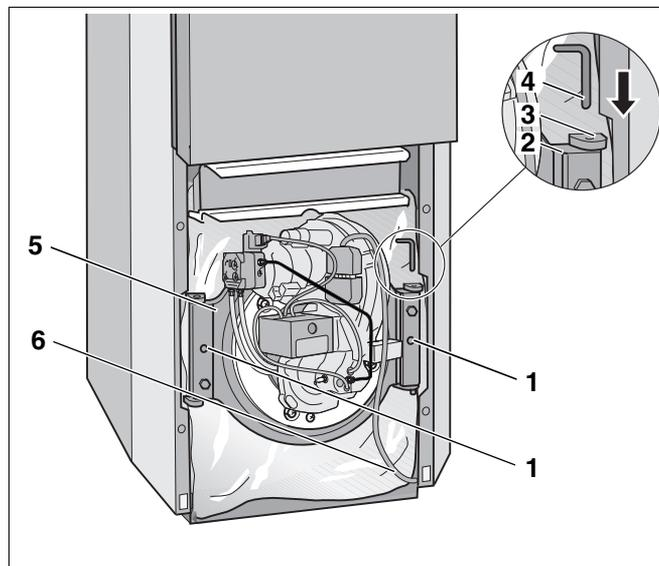

Abb. 39 Brennentür montieren (hier: Rechtsanschlag)
- Scharnierbolzen (Abb. 39, **Pos. 4**) durch die obere Scharnieröse (Abb. 39, **Pos. 3**) in den Scharnierkloben der Brennentür (Abb. 39, **Pos. 2**) schieben.
- Brennentür (Abb. 39, **Pos. 5**) zuschwenken.
- Brennentür (Abb. 39, **Pos. 5**) mit den Sechskantschrauben (Abb. 39, **Pos. 1**) verschließen.
- Brennerkabel (Abb. 39, **Pos. 6**) an den Brenner anschließen.